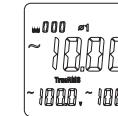

图7-1
- 负载为三相四线制时，先按SELECT键选择第一相位，如图7-1，显示相位φ1的有功功率kW值，电压V值，电流A值。